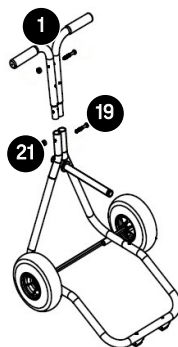

fig. 4
4. Connectez les manches (n° 1) au cadre tubulaire et fixez au moyen de 2 boulons M6 x 70 (n° 19) et 2 contre-écrous M6 (n° 21). Consultez la fig. 4.